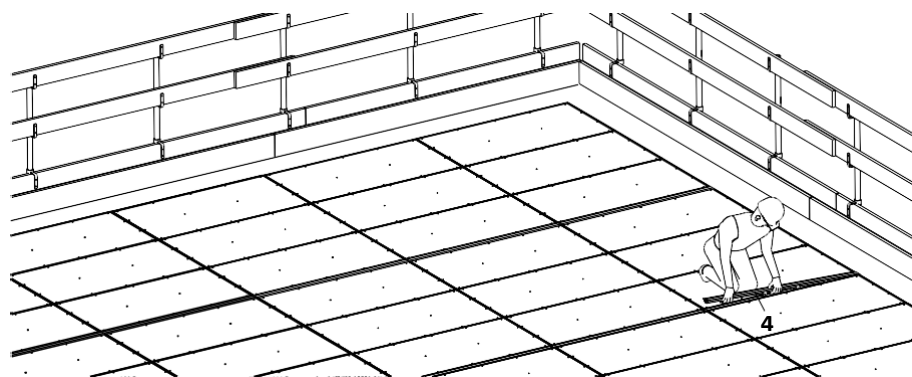

Fig. A4.19
3. Поставете премостващата лайсна SAL (4). (Fig. A4.19)